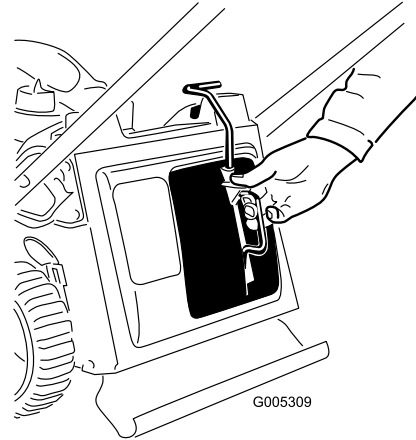

Figur 18
2. Flytta det övre handtaget till önskat läge (Figur 18).